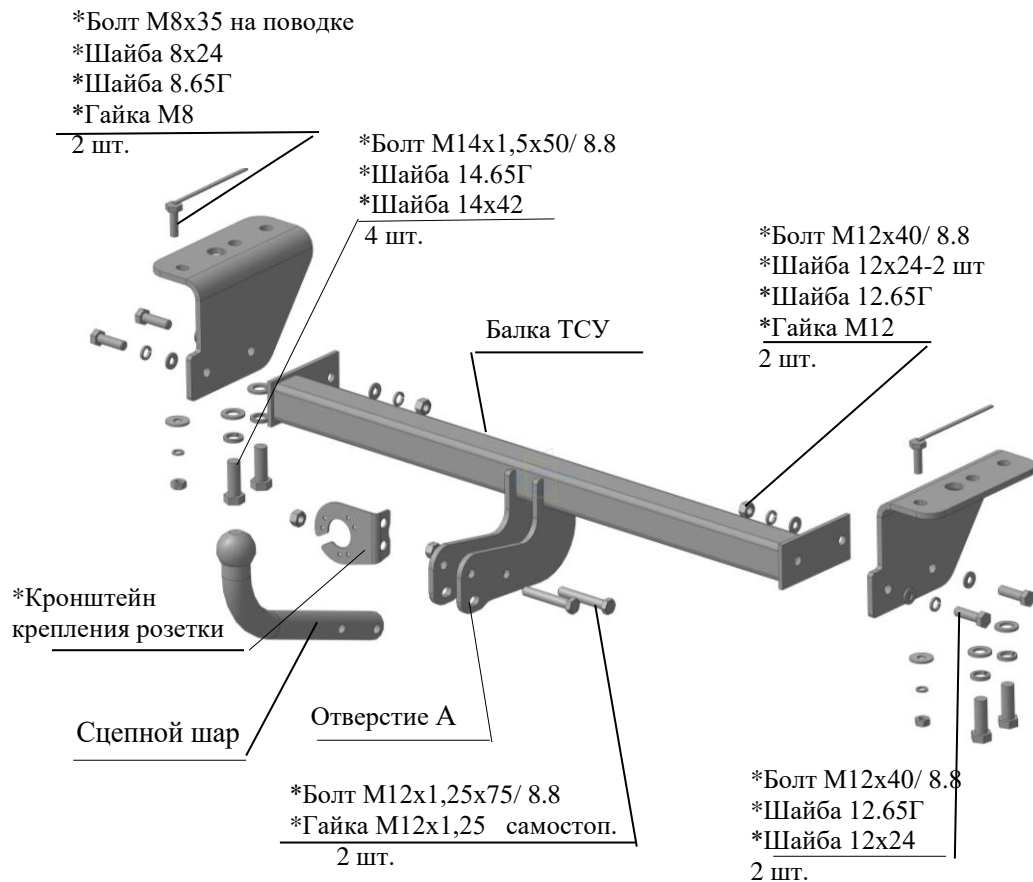

Рис.1 Тягово-сцепное устройство ТСУ 8160.
2.1 ТСУ 8160 в сборе (рис.1)	1 шт.
2.2 Пакет с комплектующими (см. рис.1)	1 шт.
4.2 Установить боковые съемные кронштейны ТСУ к нижним полкам лонжеронов, левый и правый соответственно рис.1, закрепить болтами М14х1,5х50 и болтами М8х35 на поводках и крепежом соответственно рис.1. Крепеж не затягивать.
4.3 Установить балку ТСУ к боковым съемным кронштейнам и закрепить болтами М12х40 и крепежом соответственно рис.1. Крепеж не затягивать.